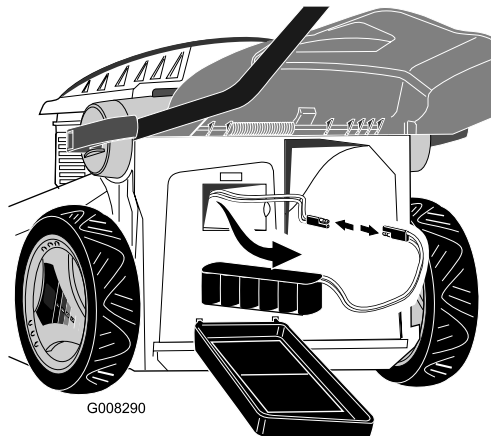

Bild 26
2. Nehmen Sie die Batterie aus dem Fach, schließen Sie die Batteriekabel vom Rasenmäherkabel ab (Bild 26).